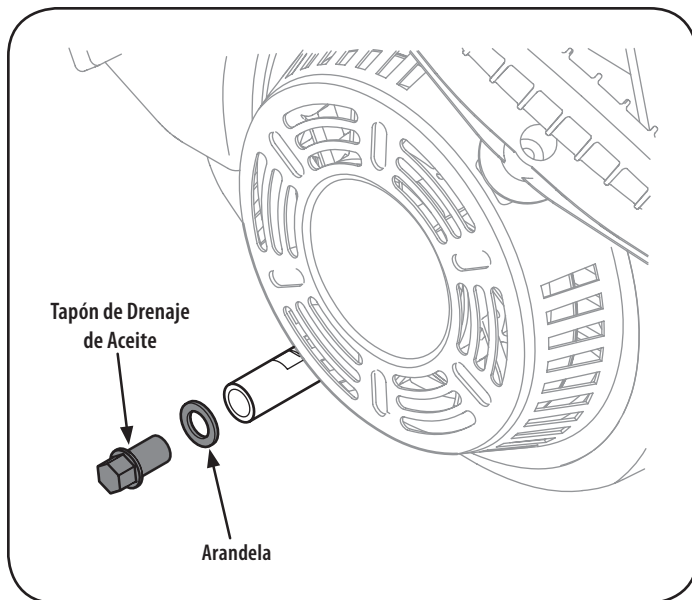

Figura 18
3. Retire el tapón de drenaje de aceite y la arandela. Vea la Figura 18.